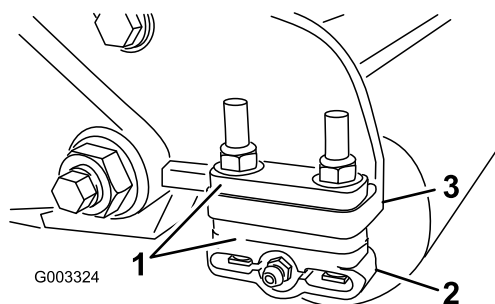

Bild 11
11), um die Halterungen der Heckrolle (Bild 11) auf die gewünschte Schnitthöhe einzustellen, siehe Schnitthöhentabelle.